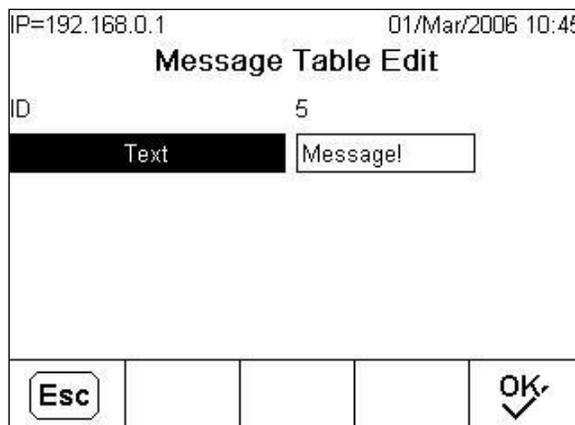

Figura 2-8: Entrada completa—Teclas de função Escape e OK exibidas
Repita este processo até todos os caracteres alfabéticos terem sido inseridos (Figura 2-8). A tecla LIMPAR (C) no teclado pode ser usada para retroceder e excluir caracteres indesejados na caixa de entrada.
Para salvar a entrada depois que todos os caracteres tiverem sido inseridos, pressione a tecla ENTER no teclado e aceite a entrada, saia do campo de texto e volte para a tela de entrada inicial (Figura 2-8). Em seguida, pressione a tecla de função OK  para salvar as alterações e sair da tela.